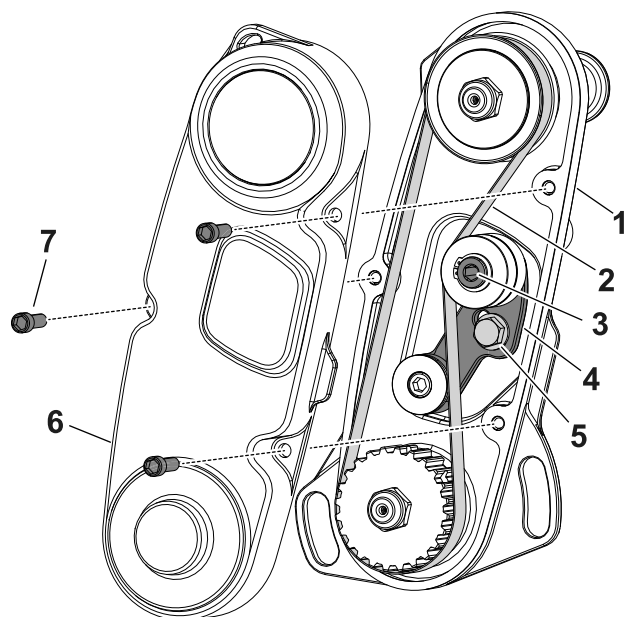

Figura 16
- Îndepărtați capacele curelei pentru a expune cureaua (Figura 16).
- Slăbiți șurubul brațului de ghidare și rotiți brațul de ghidare (Figura 16) pentru a elibera tensiunea de pe curea.
- Îndepărtați cureaua (Figura 16).
6. Instalați cureaua și tensionați cureaua prin aplicarea a 6 - 7 N·m la nivelul capului hexagonal intern al brațului de ghidare indicat în Figura 16.